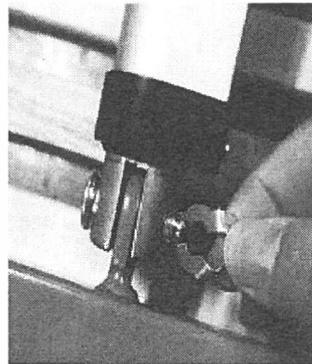

Abbildung 11
- Lösen Sie die Sicherungsklammern (Abb. 11) und entfernen Sie die Haltestifte (Abb. 12).